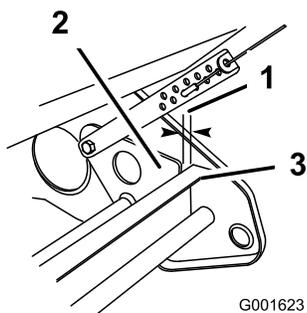

Figure 24
2. Vérifiez que la plaque de pivot et le cadre de roue sont espacés de 0 à 3 mm (0 à 1/8 pouce) (Figure 24).